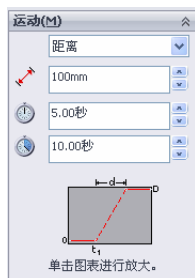
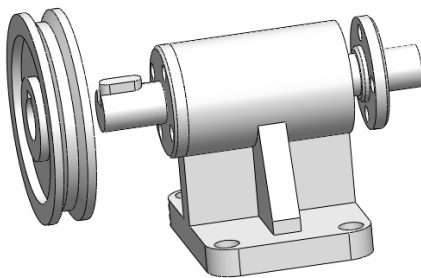

图 13-44 设置“运动”参数
图 13-45 传动动画
⑧ 在属性管理器中选择“距离”运动，设置距离为 100mm，起始时间为 5 秒，终止时间为 10 秒，如图 13-44 所示。
⑨ 单击属性管理器中的“确定”  按钮，完成马达的创建。
⑩ 在 MotionManager 界面上的时间栏上将总动画持续时间拉到 10 秒处，在线性马达 1 更改栏 5 秒时间栏键码处单击鼠标右键，在弹出快捷菜单中单击关闭，关闭线性马达 1。
⑪ 单击 MotionManager 工具栏上的“播放” ，带轮通过键带动轴绕 Z 轴旋转，传动动画如图 13-45 所示。